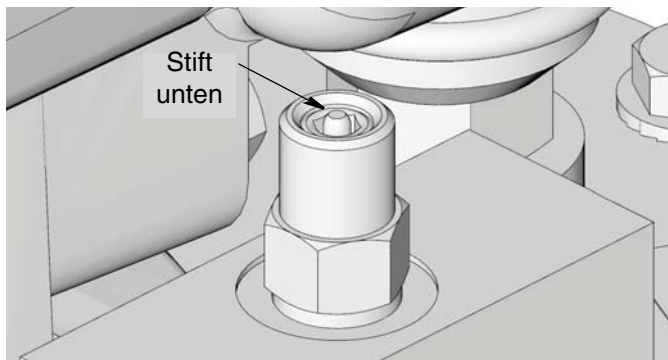

ABB. 17
2. Überprüfen, ob der Stift des Absperrventils (S) der Automatikbefüllung unten ist, d. h. dass er zurückgesetzt wurde (ABB. 17).